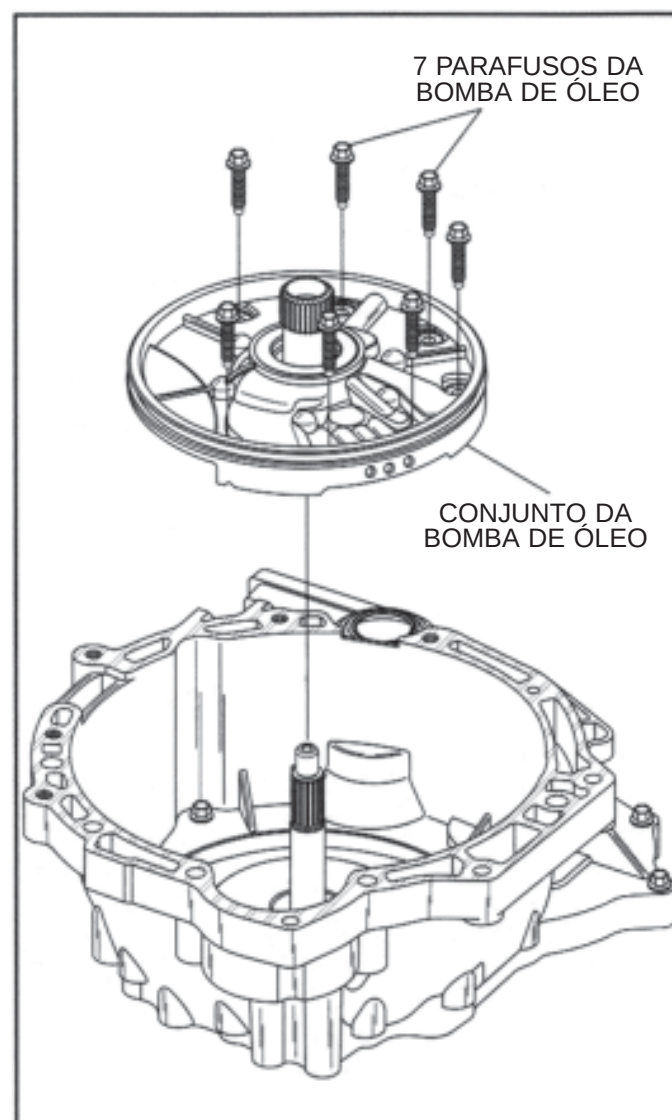

Figura 21
3. Remova da transmissão o conjunto da bomba de óleo, conforme ilustrado na Figura 21, e deixe-o de lado para posterior remontagem.